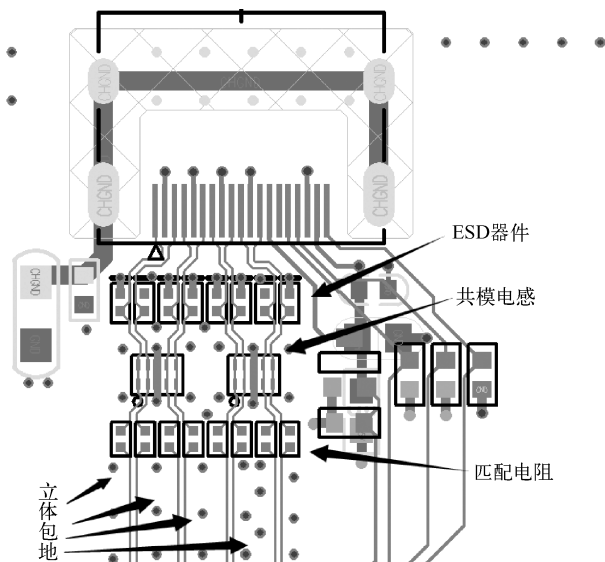

图 9-11 HDMI 设计
- (1) 特性阻抗控制 100Ω 。
- (2) ESD 器件靠近 HDMI 输入接口放置，匹配电阻并排放置。
- (3) 组内误差控制 5mil，组间误差控制 25mil。
- (4) 组与组间距要求 20mil 以上，立体包地处理。
- 如图 9-11 所示。